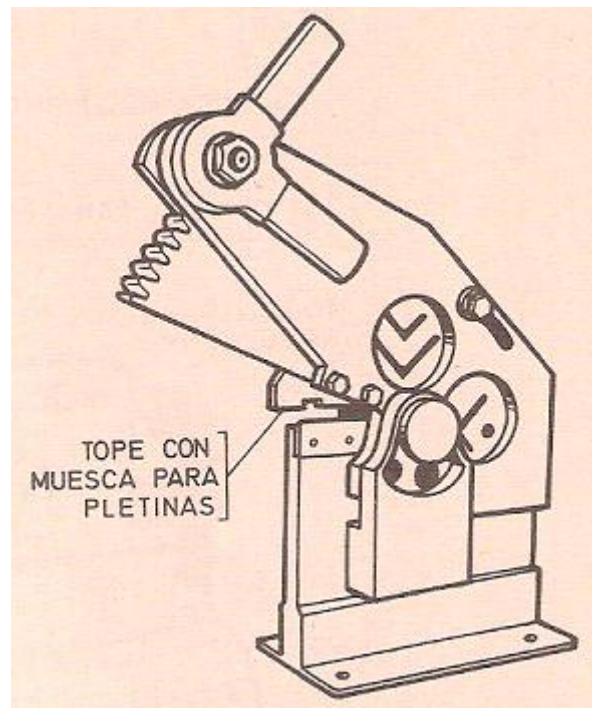

Fig.4
- **De perfiles** (fig.4). En ellas se pueden cortar pletinas, angulares, redondos, perfiles en T.
- El corte de pletinas de grueso adecuado se puede hacer con las cuchillas de corte de chapa o en cizallas de corte de perfiles, que están preparadas al efecto, con un tope provisto de una muesca (fig.4) donde encaja el material.